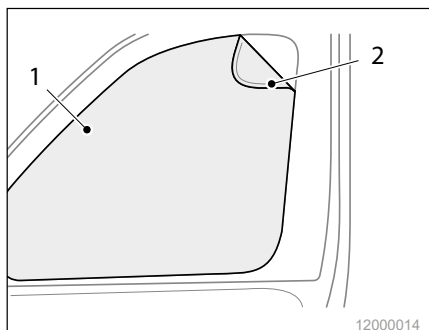

Abb. 20 Thermo-Abdeckung Seitenscheibe
- ▶ Breiten Sie die Thermo-Abdeckung (Abb. 20/1) mit dem schrägen Teil in Fahrtrichtung nach oben aus und befestigen Sie die Matte mit den Magneten (Abb. 20/2) am Rahmen vor der Seitenscheibe.